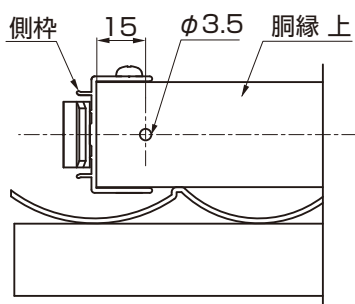

図4-1 A部詳細
① 胴縁上に側枠上キャップ取付け孔φ3.5をあけてください。(図4-1参照)